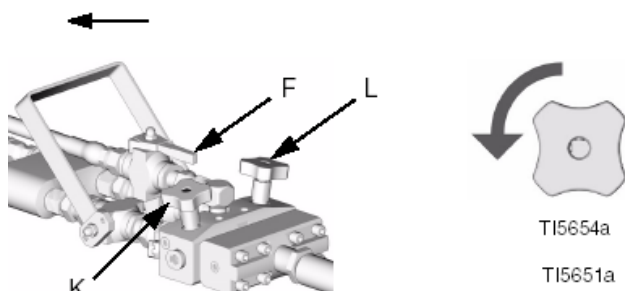

Рис.1
2. Перекройте подачу основных компонентов к блоку смешения (Рис.1), повернув ручку сдвоенных кранов назад.